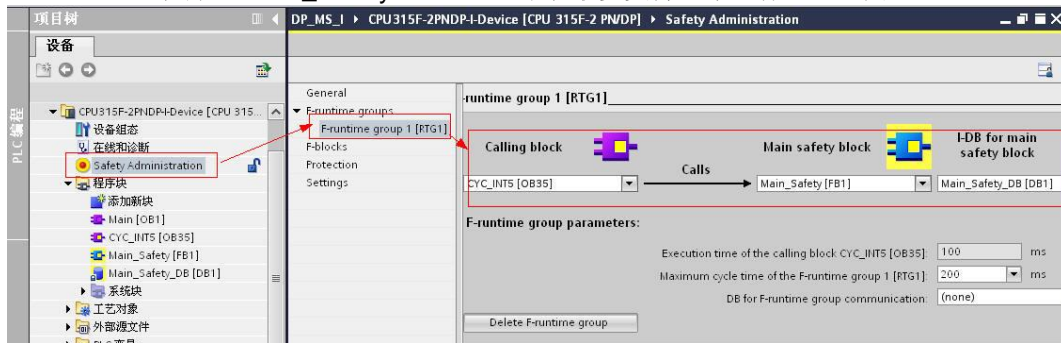

图 2-16 安全程序组
1) 打开安全程序页面，安全程序运行组，系统已经自动生成，在 OB35 内调用 安全主程序 “ Main\_Safety” FB1。（系统最多支持 2 个运行组），图 2-16